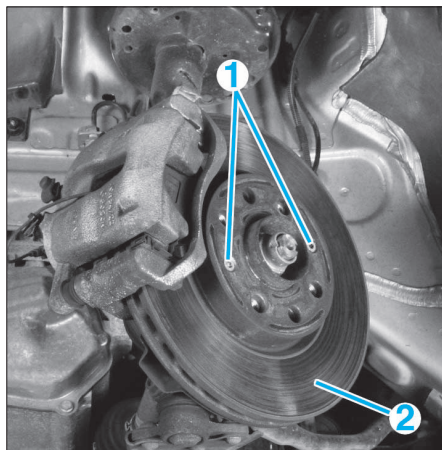

FIG. 7
- Déposer les 2 vis d'appui (1) du disque de frein (2) (Fig.7).